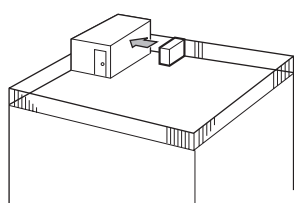

Fig. 2-3
- ① Positionner la sortie d'air vers le mur le plus proche et à environ 50 cm (19-11/16") de celui-ci. (Fig. 2-3)